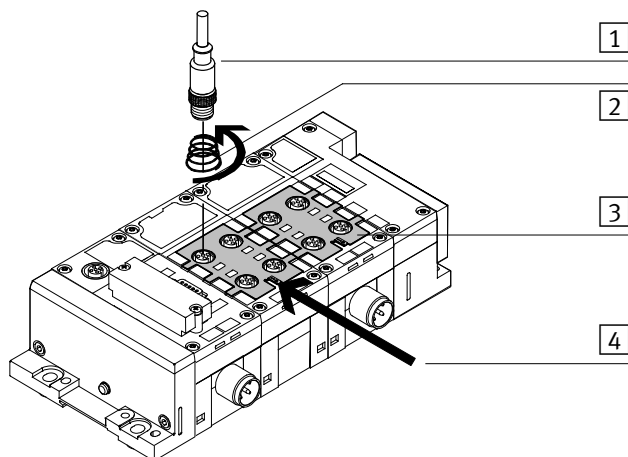

Рис. 1/3: Соединение экранирующих щитков
- Соедините контакт заземления экранирующего щитка согласно Рис. 1/3 низкоомным проводом с потенциалом функционального заземления (FE).